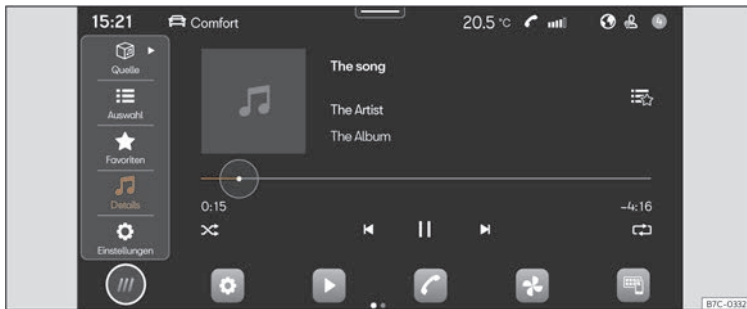

Abb. 153 Schematische Darstellung: Ansicht Medien.
- Drücken Sie **HOME** > ► >>> (**Abb. 153**).